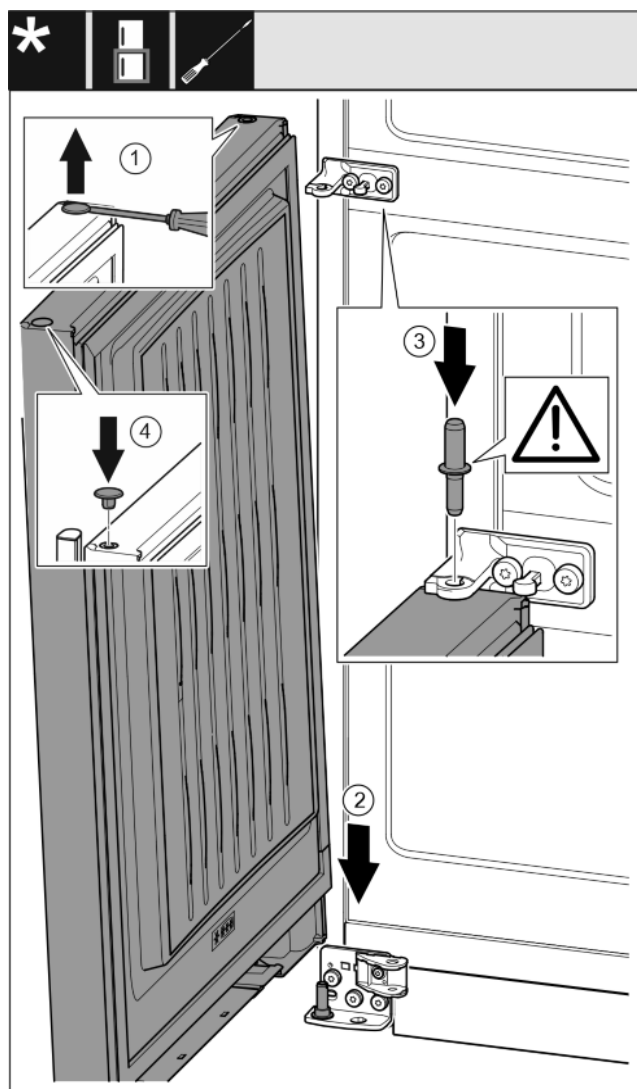

Fig. 32
- Soulever délicatement le bouchon avec un tournevis plat et le sortir. Fig. 32 (1)
- Mettre la porte par le haut sur l'axe de palier inférieur. Fig. 32 (2)
- Mettre en place l'axe de palier du milieu à travers le support de palier du milieu dans la porte inférieure. Veiller à ce que l'ergot d'enclenchement soit orienté en arrière. Fig. 32 (3)
- Remettre en place le bouchon de l'autre côté de la porte. Fig. 32 (4)